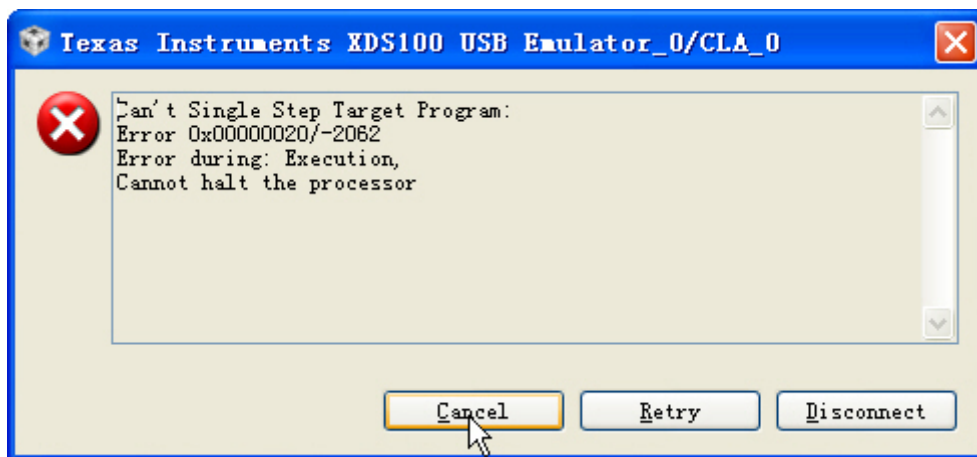

图 3.19 CLA 调试报错
如果程序没有运行到CLA的代码或者停在【MSTOP】指令处，却在CLA调试窗口进行调试操作，那么CCS会出现如图 3.19所示的界面。
- CLA 停止运行的时候不能进行调试，否则会出现图 3.19 的错误提示。